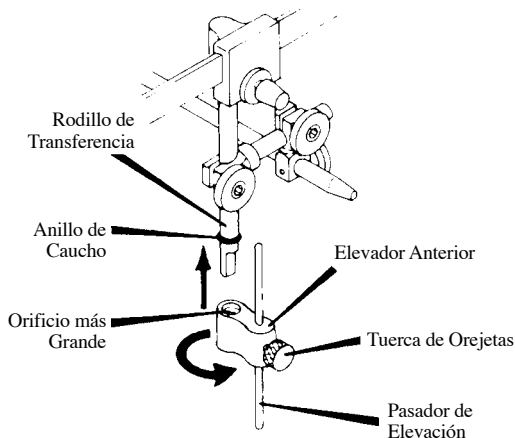

Figura 13
12. El elevador anterior, 010358-000, se desliza sobre el rodillo de transferencia, Figura 13. Coloque primero el orificio más grande y haga girar el elevador sobre y dentro del anillo de caucho, con el pasador de elevación y la tuerca de orejetas hacia el frente. Deslice el pasador de elevación a su posición superior y asegúrelo con la tuerca.